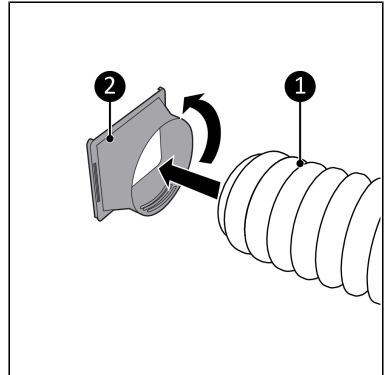

Abbildung 47.
1. Verbinden Sie den Schlauchanschluss (Abbildung 47, Pos. 2) mit einem Ende des Heißluft-Auslassschlauchs (Abbildung 47, pos. 1).